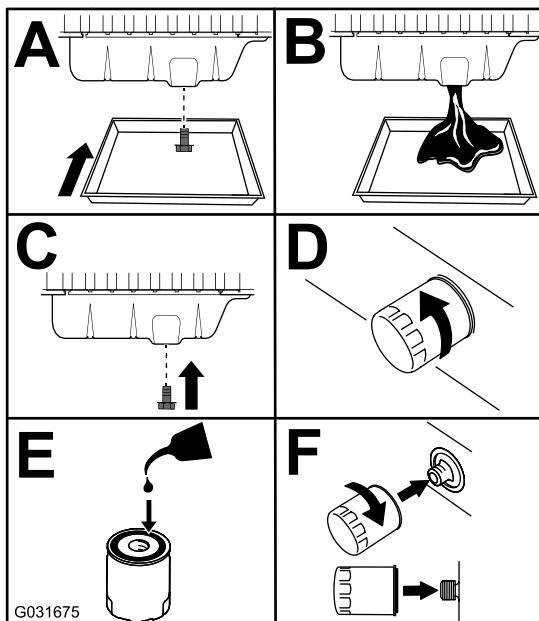

Рисунок 68
- Замените моторное масло и масляный фильтр (Рисунок 68).